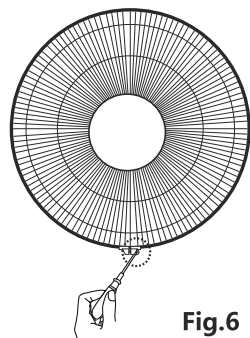

Fig.6
3. Fixez la grille avant à la grille arrière à l'aide du clip. Ensuite, serrez les grilles en verrouillant la vis et l'écrou. (Fig. 6)